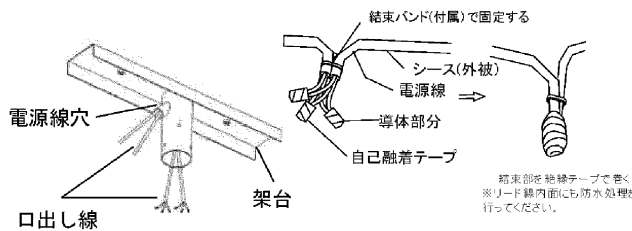
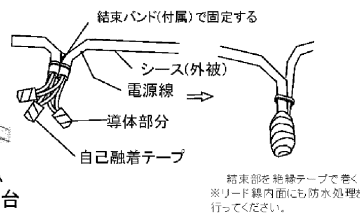

図1 口出し線の架台挿入
図2 結線方法
- ①照明用ポールの開口部から電源線を引き出してください。
- ②器具の口出し線を架台の電源線穴に通してください。(図1)
- ③器具の口出し線と照明用ポールに通した電源線を結線してください。
- ※結線は1本ずつ自己融着テープを巻いて、その上から絶縁テープを巻き、絶縁処理及び防水処理を行ってください。(図2)
- ④結線部に結束バンドを取り付けてください。(図2)